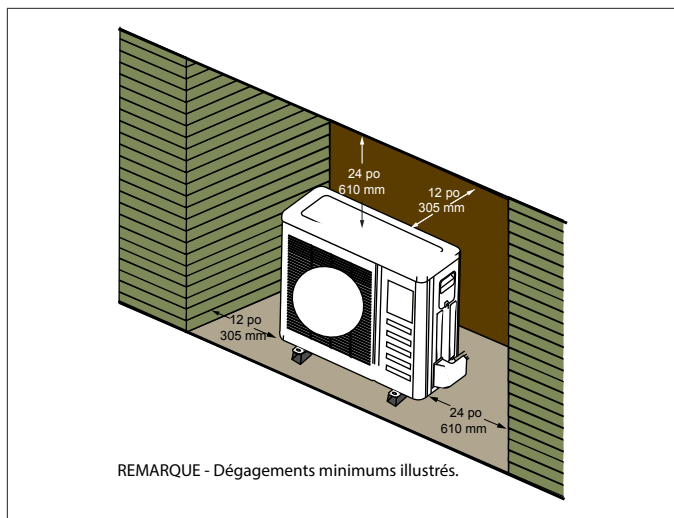

Figure 25. Unité installée dans une alcôve
- L'unité extérieure peut être installée dans une alcôve ou sous l'avancée d'un toit comme illustré à la « Figure 25. Unité installée dans une alcôve ».